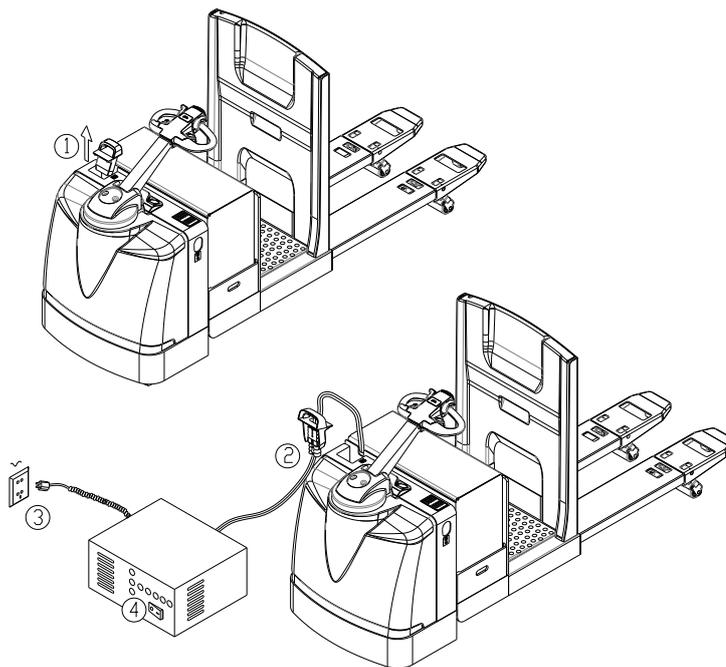

Рис.5
**Способы зарядки для внешнего зарядного устройства (рисунок 5):**